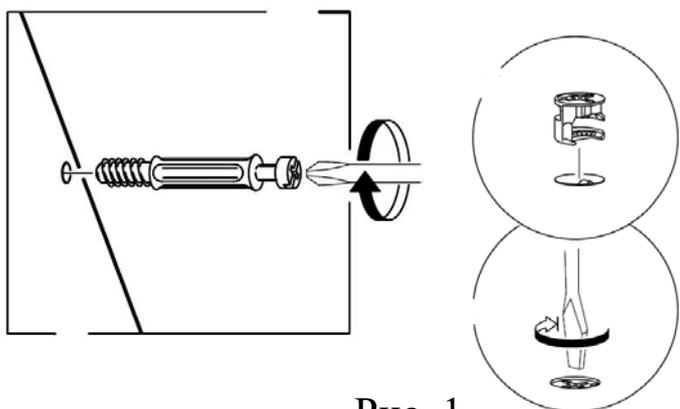
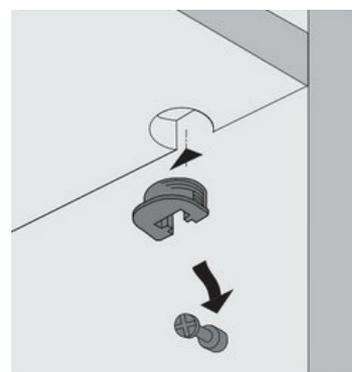

Рис. 1
Рис. 2
1. В верхний щит (23), горизонтальные щиты (34), нижний щит (24), планки цокольные (10), (11), планку заднюю (44) в имеющиеся отверстия установить эксцентрики, таким образом, чтобы стрелка была повернута в сторону отверстия в торце.
В установленные муфты эксцентриковых стяжек на боковых стенках (26), (27), нижнем щите (24) ввернуть дюбели DU 644, в соседние отверстия установить шканты (рис.1).
2. Установить монтажные планки петель на боковые стенки (26) и (27) с помощью комплектных винтов. Также на боковые стенки и перегородку установить направляющие ящиков шурупами крепежными 6,3x10,5мм. Первое отверстие на щите должно совпасть с третьим отверстием на направляющей, за исключением: на правой стороне перегородки первое отверстие на щите должно совпасть со вторым отверстием на направляющей.
3. Установить штоки полкодержателей в желаемый ряд отверстий на боковых стенках (26), (27) и перегородке (28). На полки (29) установить врезные полкодержатели (рис.2).
5. Установить опоры на боковые стенки (26), (27) и на планку цокольную (11) с помощью шурупов 3,5x13мм.
6. К перегородке (28) присоединить нижний щит (24) и верхний щит (23) с помощью конфирмат-винтов. Далее присоединить к перегородке (28) горизонтальные щиты (34) с помощью двойных дюбелей и эксцентриков. Затянуть эксцентрики, повернув их на 180 градусов.
7. К нижнему щиту (24) присоединить цокольные планки (10), (11) так, чтобы дюбели вошли в предназначенные для них отверстия. Затянуть эксцентрики, повернув их на 180 градусов. Закрепить планки между собой конфирмат-винтом.
8. К получившейся конструкции присоединить справа и слева боковые стенки (26) и (27) с помощью эксцентриковых стяжек и конфирмат-винтов. Затянуть эксцентрики, повернув их на 180 градусов.
9. Установить переднюю цокольную планку (9), закрепив ее к боковым стенкам и цокольной планке (11) конфирмат-винтами.
11. Сверху присоединить крышку (25) с помощью винтов М6x25мм.